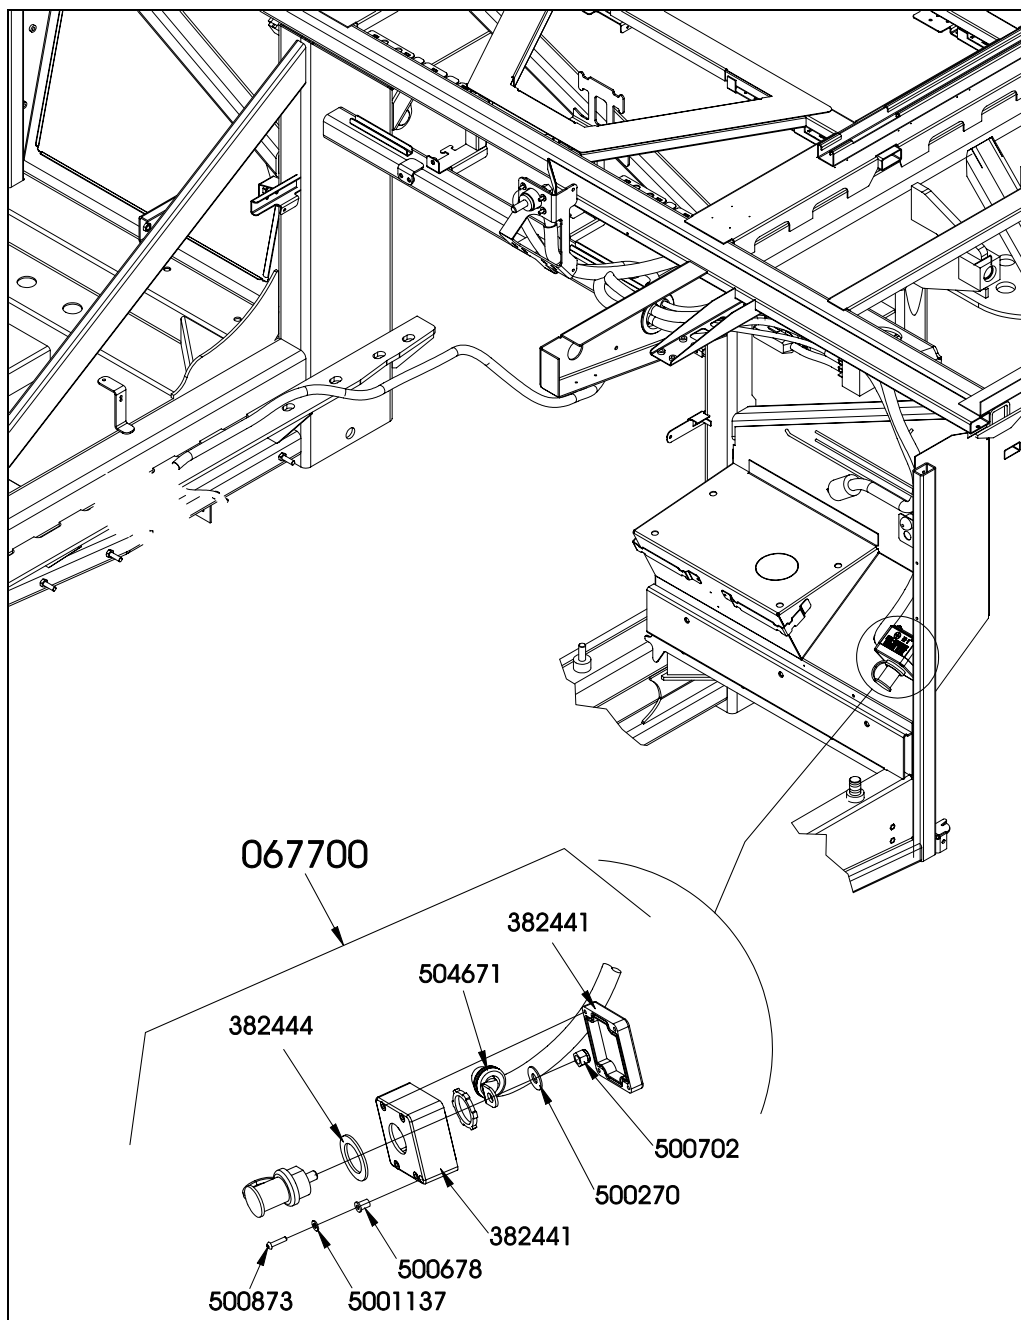

FIGURE 2
14. Coller le décalque (067893) sur le dessus du boîtier (Voir figure 2).